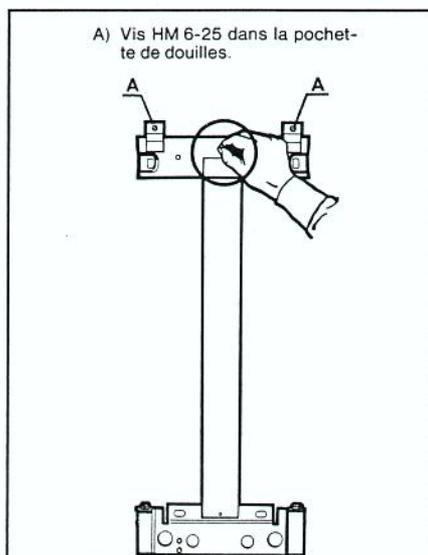

Fig. 15
- Le présenter à l'emplacement choisi pour l'accrochage de la chaudière, il est possible de le faire tenir de façon provisoire à l'aide d'un clou (fig. 15), le temps de vérifier l'horizontalité de la platine supérieure au moyen d'un niveau.
**Nota :** S'il est prévu de placer les ouïes du coupe-tirage antirefouleur à 1,80 m du sol, il suffit de placer le clou à 2 m du sol fini (fig. 15).
- Monter le support à l'aide des vis à bois et rondelles fournies, contrôler son aplomb avant de terminer le serrage (fig. 15).